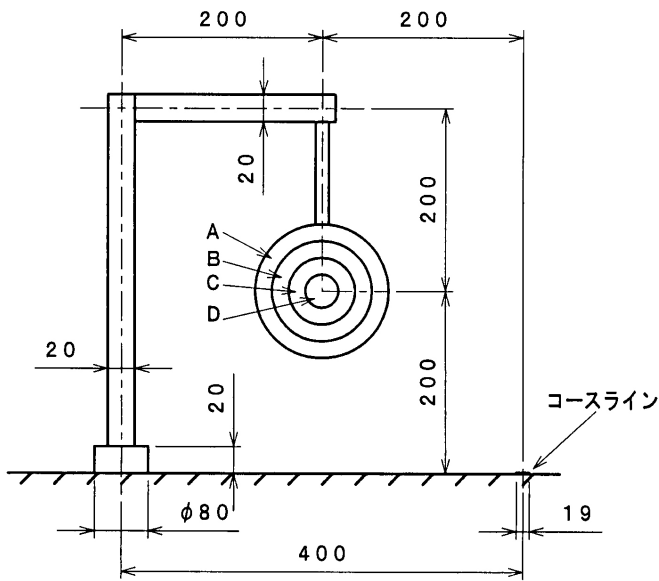

図2 垂直標的の形状
- 2) i) の垂直標的は、図 2 のように円盤形で 4 種類とし、A 標的が直径 120 mm、B 標的が直径 90 mm、C 標的が直径 60 mm、D 標的が直径 30 mm とする。これら ABCD 標的の標的の面はコースラインに対し直角を成すように支持される。